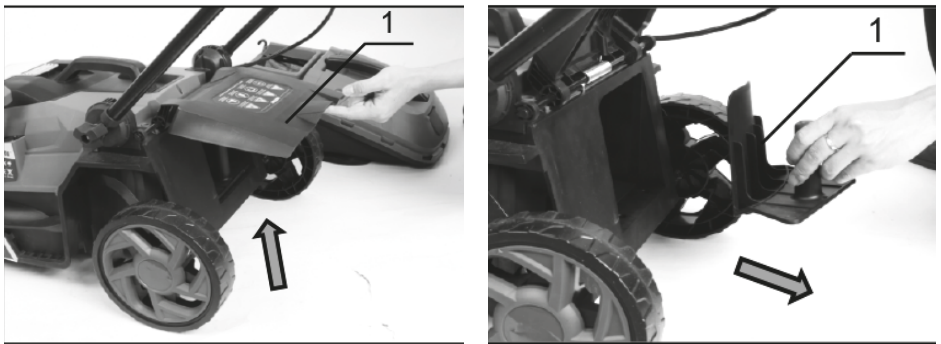
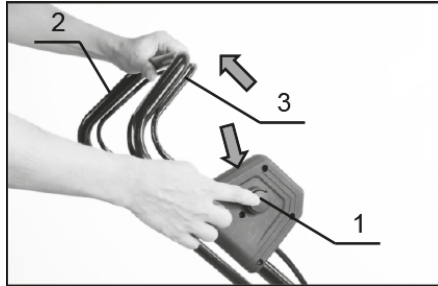

Рисунок 11. Схема встановлення насадки для мульчування.
Рисунок 12. Схема запуску газонокосарки.
2. Встановити заглишку для мульчування, як показано на рис.11.
2. Вибрати стійку позу, міцно взяти двома руками руків'я виробу (2, рис. 12) та натиснути кнопку блокування від випадкового увімкнення (1, рис. 11), і не відпускаючи її, натиснути на важіль (3, рис. 12).
3. Після того, як електродвигун газонокосарки почне працювати, відпустити кнопку блокування від випадкового увімкнення (1, рис. 12).
4. Щоб вимкнути газонокосарку – відпустити важіль керування (3, рис. 12). Після цього кнопка (1, рис. 12) автоматично заблокує важіль від випадкового увімкнення.